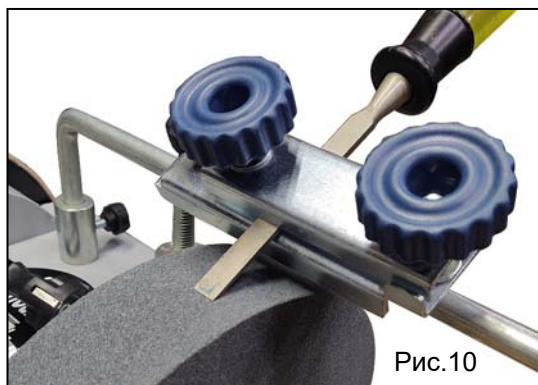

Рис.10
1. Наденьте упор-держатель на F-образную направляющую (рис.10)
2. Установите на него обрабатываемый инструмент (рис.10)
3. Закрепите положение инструмента при помощи двух барашковых винтов (рис.10)